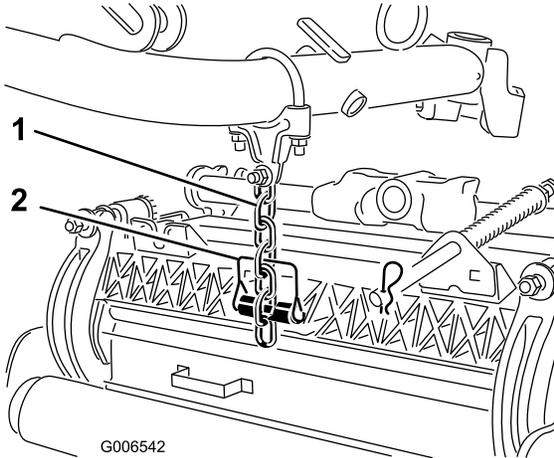

図 18
7. スナップピンを使って、昇降アームのチェーンをカuttingユニットのチェーンブラケット(図 18)に、以下の手順で固定する。